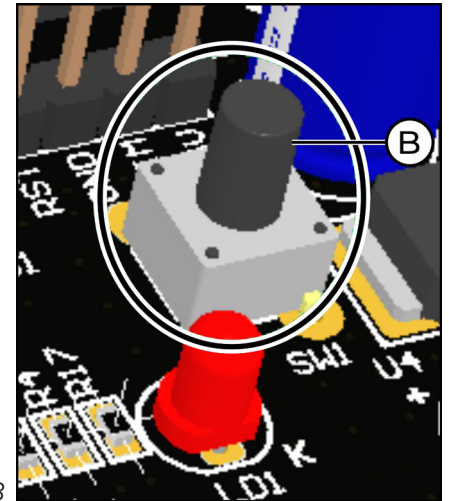

fig. 48
Ao remover os parafusos, ter-se-á acesso ao botão de cadastramento (B) (fig. 48).